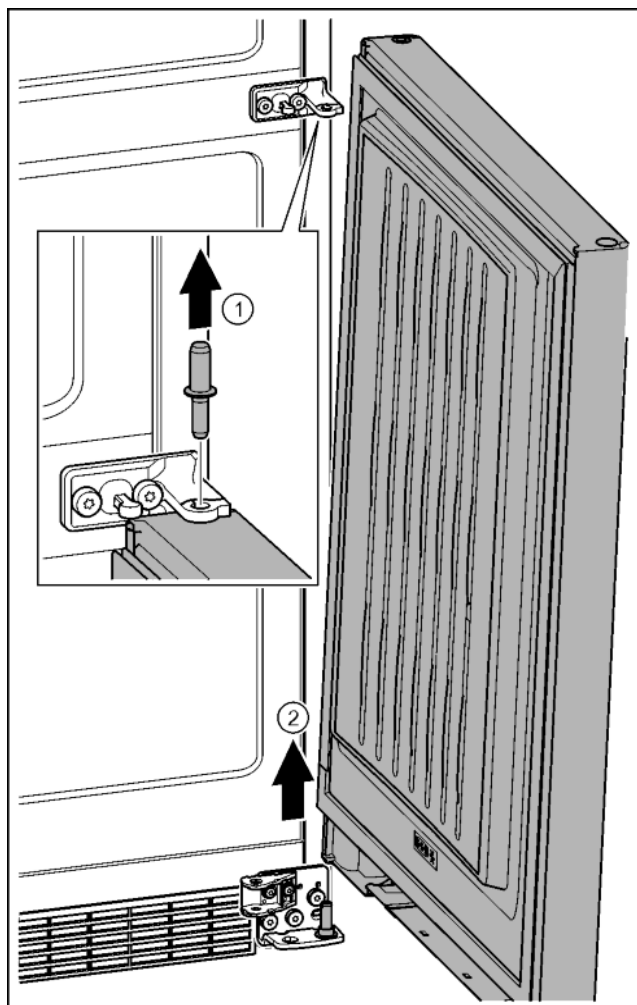

Fig. 22
- ▶ Sworznie wyjąć w górę. *Fig. 22 (1)*
- ▶ Drzwi wyjąć pociągając w górę, a następnie odstawić z boku. *Fig. 22 (2)*